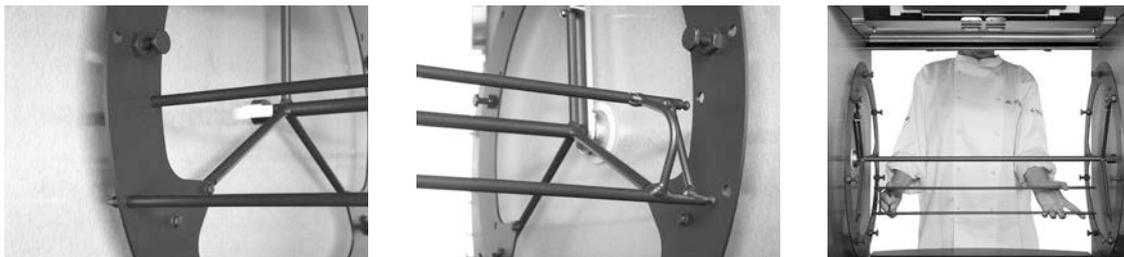

Figure 13
4. Placez les pointes des fourches à viande dans les orifices appropriés des disques de rotor (voir Figure 13).